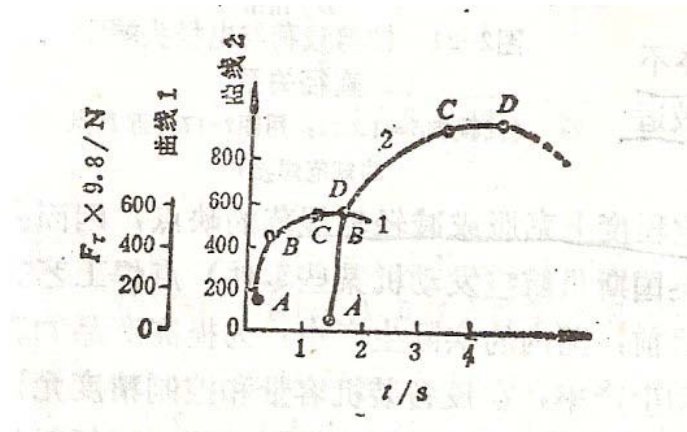

图 12 接头拉剪载荷与焊接时间的关系
焊接时间对接头性能的影响与焊接电流相类似，如图 12。但应注意两点：①C 点以后曲线并不立即下降，这是因为尽管熔核尺寸已达饱和，但塑性环还可有一定扩大，再加之热源加热速率较和缓，因而一般不会产生喷溅；②焊接时间对代表接头塑性指标的延性比影响较大，因此，对于承受动载或有脆性倾向的金属材料（可淬硬钢、钼合金等）点焊接头，还应考虑焊接时间对拉伸载荷的影响。